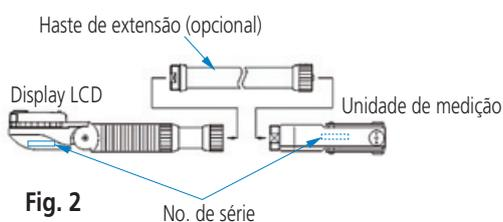

Fig. 2
2. Se suspeitar que existe contaminação por poeira ou sujeira no interior do mecanismo de medição, remova a ponta de contato tipo pinça (batentes) usando a chave especial, e efetue uma limpeza com uma solução de álcool. Após a limpeza, seque completamente e aplique uma fina camada de óleo para micrômetro para o ponto de contacto (bigorna). **(Fig. 2)**